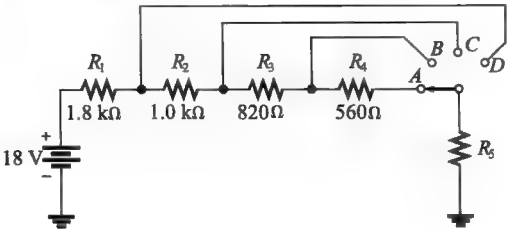

图 4-88 习题 53 图
53. 在图 4-88 中，当开关在 D 位置时流过 R_5 的电流为 6mA，试确定开关在各个位置时每个电阻两端的电压。